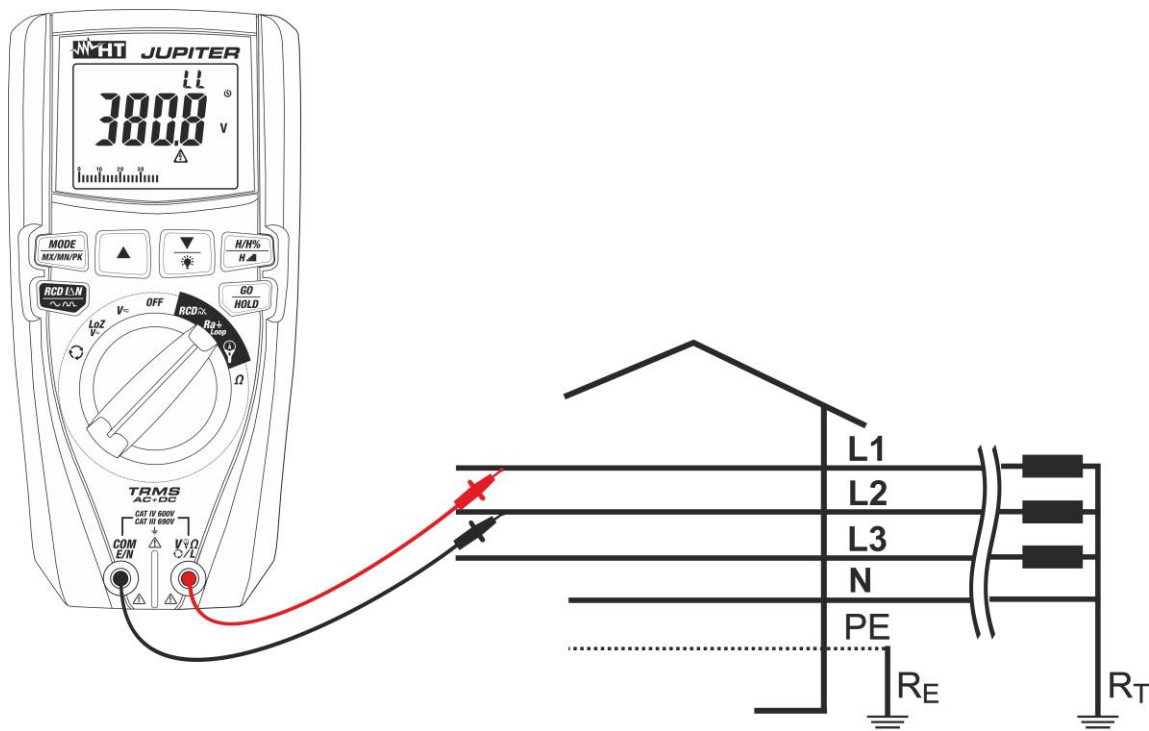

Fig. 27: Uso del instrumento para medida impedancia Bucle L-L con puntas de prueba
9. **Para la medida de Bucle L-L** en caso de uso de las puntas de medida inserte el conductor rojo en el terminal de entrada **V Ω L** y el conductor negro en el terminal de entrada **COM/E/N** y conecte el instrumento a la instalación en examen (ver Fig. 27). El valor de la tensión Fase-Fase se muestra en pantalla